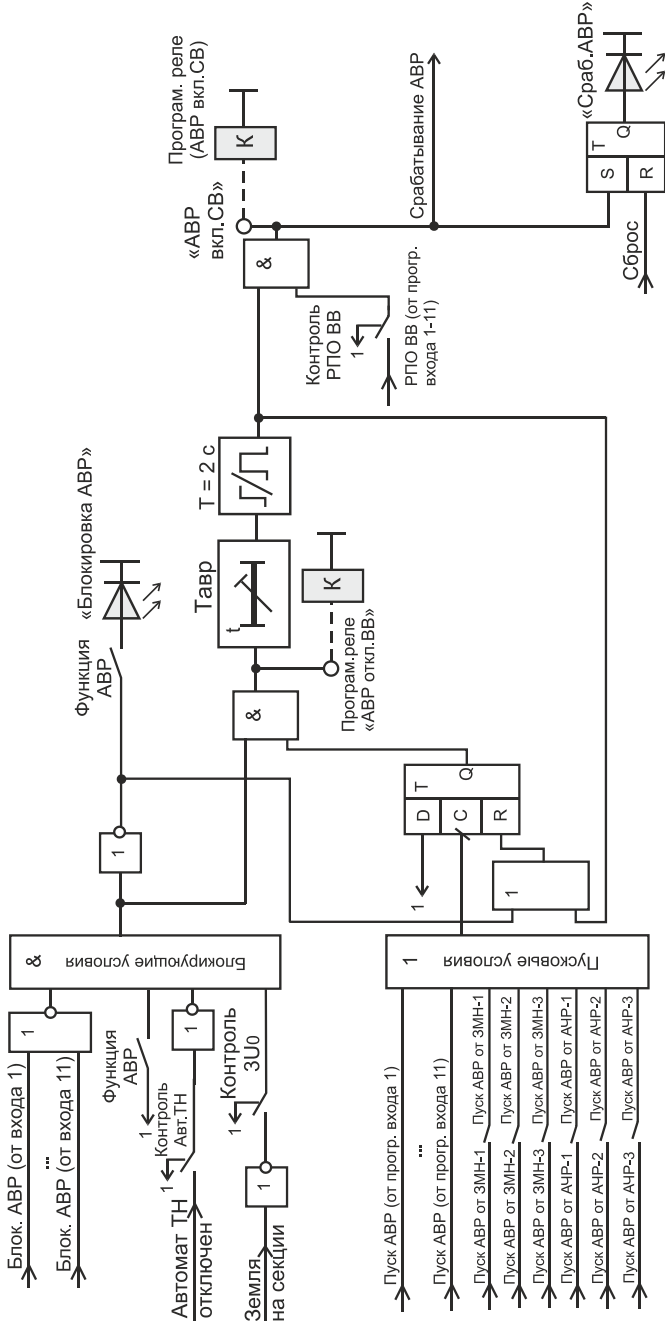

Рисунок 6 — Узел формирования сигнала пуска АВР
1.2.8.7 С помощью уставки «Контр.РПО ВВ» можно контролировать отключенное положение вводного выключателя. Таким образом, при включенной уставке «Контр.РПО ВВ» команда на включение секционного выключателя будет выдаваться только после появления сигнала на программируемом входе с функцией «РПО ВВ», который должен прийти в течение времени $T_{ABP} + 2$ с (см. рис. 6). Если в течение этого времени активный сигнал на программируемом входе с функцией «РПО ВВ» не появится, то команда на включение секционного выключателя выдаваться не будет.